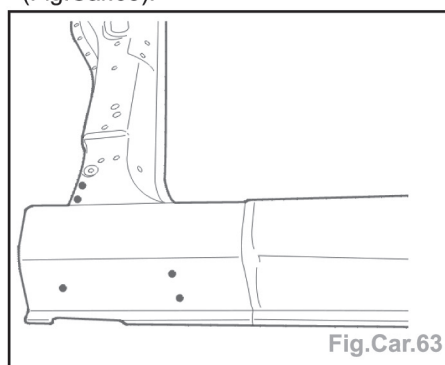

Fig.Car.63
- Souder par points électriques la fermeture avant de longeron avec le pied AV (Fig.Car.63).